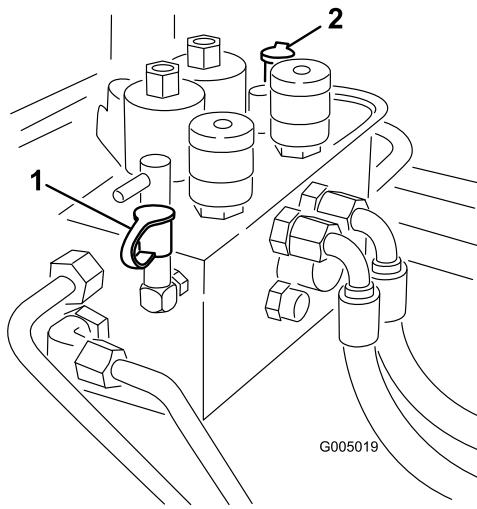

図 81
2. テストポート図81は前カッティングユニットの油圧回路の故障探究用です
3. テストポート図81は後カッティングユニットの油圧回路の故障探究用です